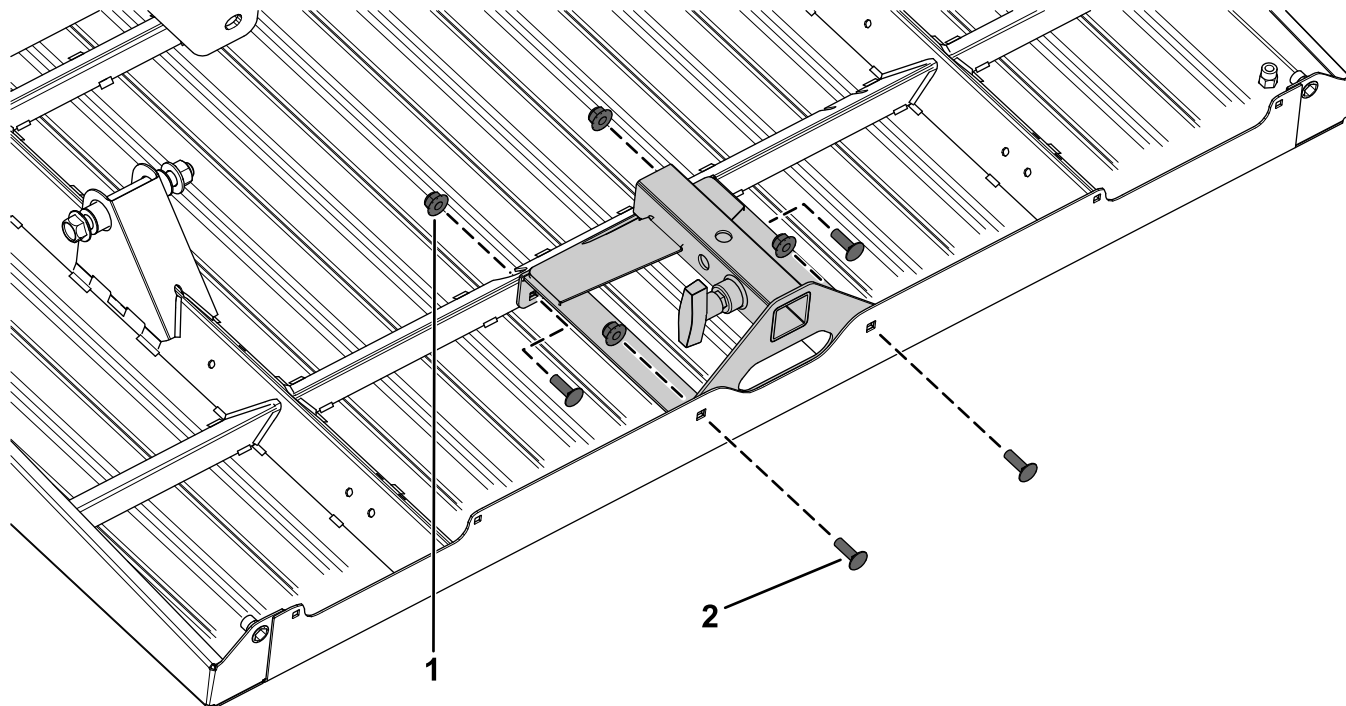

Figura 3
2. Fissate il ricevitore dell'attrezzo posteriore al pianale utilizzando 4 bulloni a testa tonda ($\frac{3}{8}$ " x 1") e 4 dadi di bloccaggio ($\frac{3}{8}$ "), come mostrato nella Figura 3.